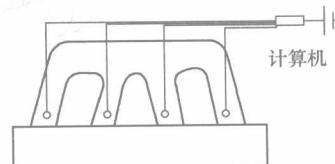

图 1-9 顺序喷射系统
3) 顺序喷射系统(图 1-9)。顺序喷射系统是指喷油器按发动机的工作顺序进行喷射。现在绝大部分的车型都使用这种喷射系统。